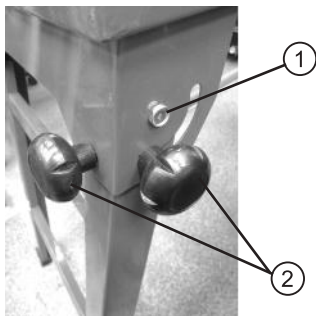

Рис. 2
2. Прикрутите опорные стойки к плиткорезу, используя болты (рис. 2, поз. 1). В этом положении стойки могут складываться для транспортировки и хранения.
3. Зафиксируйте опорные стойки в рабочем положении с помощью винтов фиксации опорных стоек (рис. 2, поз. 2);